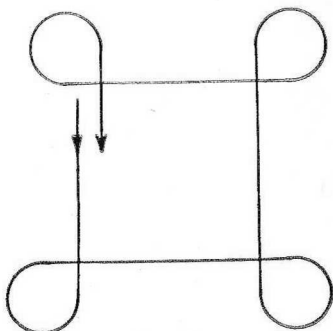

Fig. 47
- 1) Tourner autour de la pièce en conservant toujours la partie à faucher à gauche. Les changements de direction aux coins de la pièce seront effectués en décrivant une boucle vers la droite, la lame légèrement relevée, de façon à reprendre la bande suivante (fig. 47).